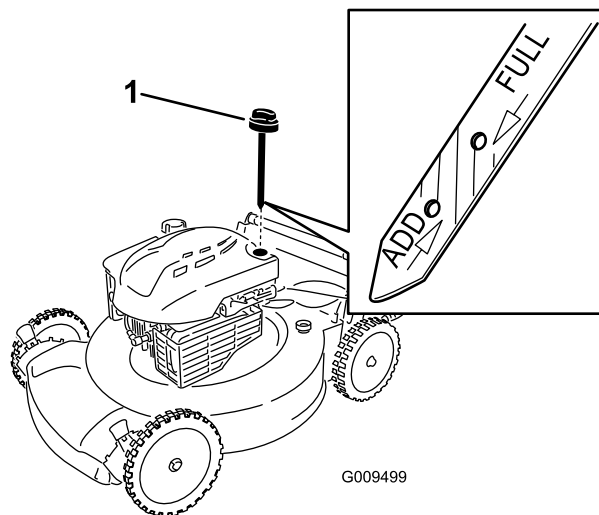

Рисунок 25
6. Извлеките щуп из маслозаливной горловины (Рисунок 25).